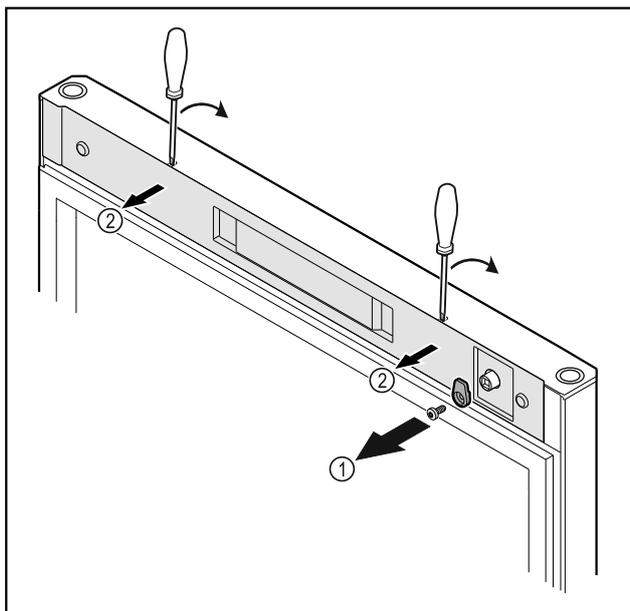

Fig. 16
- ▶ Відкрутити запірний гачок Fig. 16 (1).
- ▶ За допомогою малої викрутки зніміть з фіксатора кришку Fig. 16 (1) і видаліть.